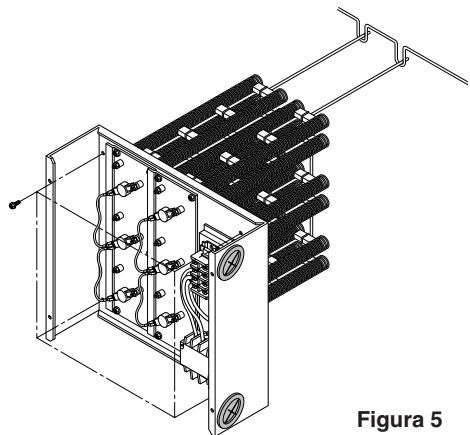

Figura 5
8. Asegurar el conjunto de control del calefactor en la cavidad del calefactor utilizando cuatro (4) tornillos. (Ver Figura 5)